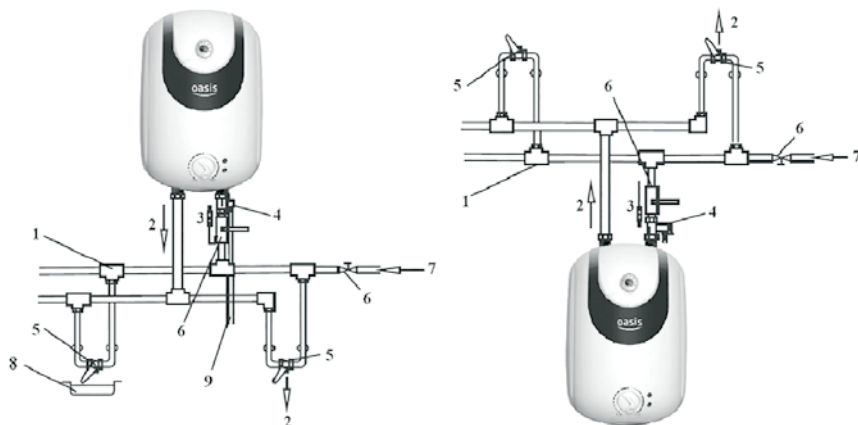

Рис. 5
2.5. При подключении водонагревателя к нескольким точкам отбора воды, присоедините трубы в соответствии со схемой, изображенной на Рис. 5.